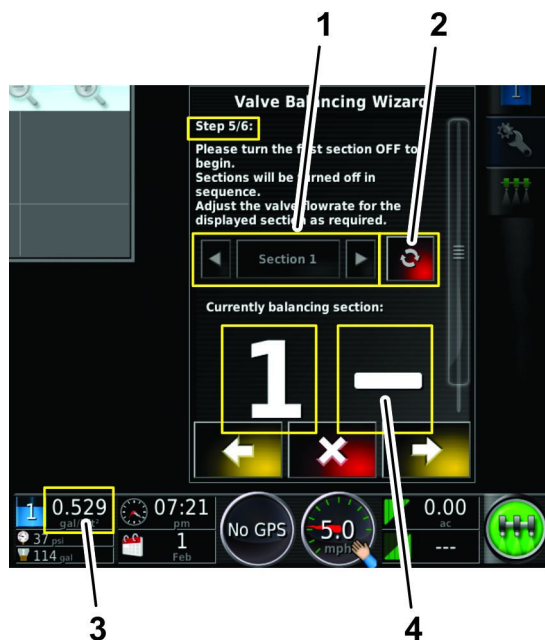

図 145
- ブームバルブの散布率が高すぎ 図 145。
- A. ブームオン/オフアイコン 図 145 を押してブームバルブを閉じる赤。